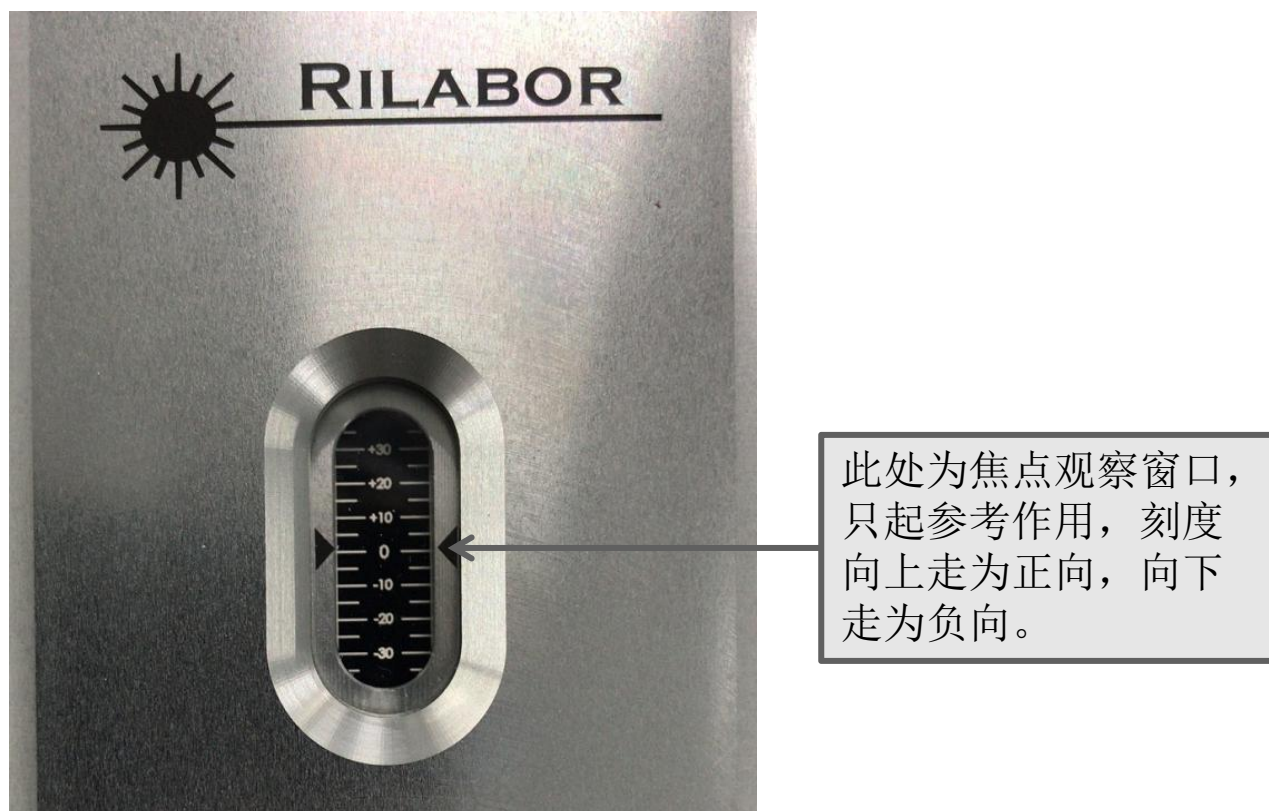

图3.7
- ② 设置好参数后，直接复位，通过窗口观察焦点是否在运动，如下图3.7所示：